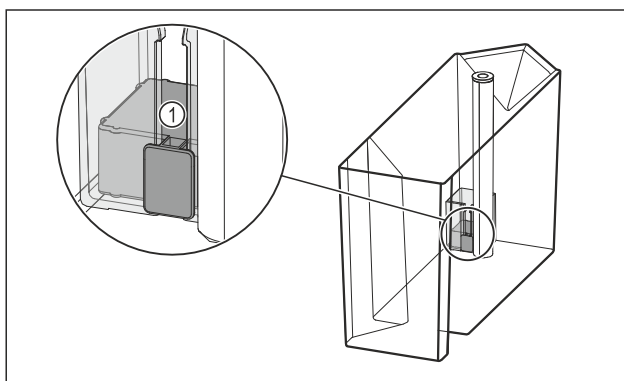

Fig. 98
- ▶ Tarkasta, onko uimuri Fig. 98 (1) juuttunut. Jos uimuri on juuttunut: